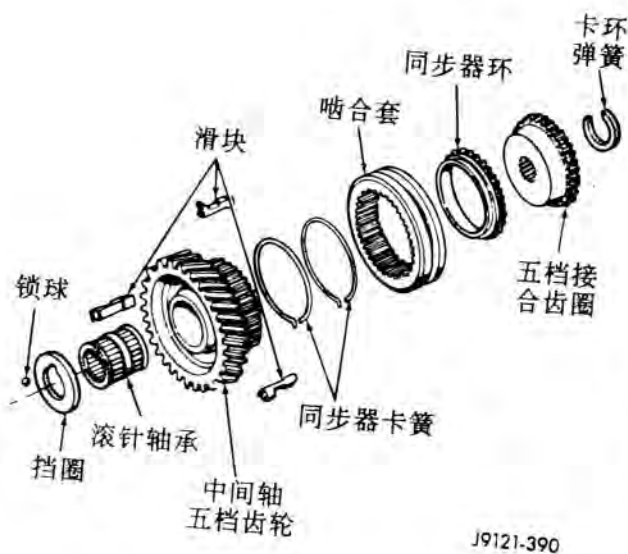

图 69 中间轴五档齿轮和同步器总成 — AX5
(24) 安装锁球, 档圈和滚针轴承到中间轴上(图 69)。
(25) 在 AX5 上, 组装中间轴五档齿轮和同步器零部件(图 69 和图 104)。
(26) 在 AX5 上, 把组装好的齿轮和同步